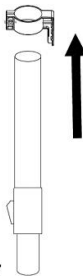

Fig.7
**Etape 7 :** Insérez le tube télescopique dans le crochet et ajustez-le à la position appropriée (Fig. 7). Serrez ensuite la vis.